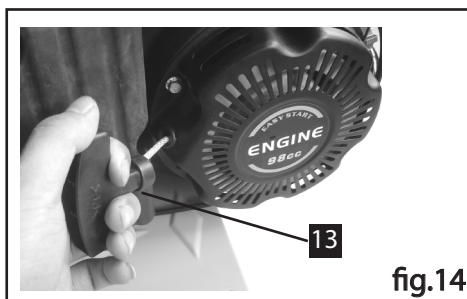

fig.14
- 4) Trageți încet maneta de pornire până ce simțiți că impune rezistență și apoi trageți-o în afară brusc și rapid. (Fig. 14)